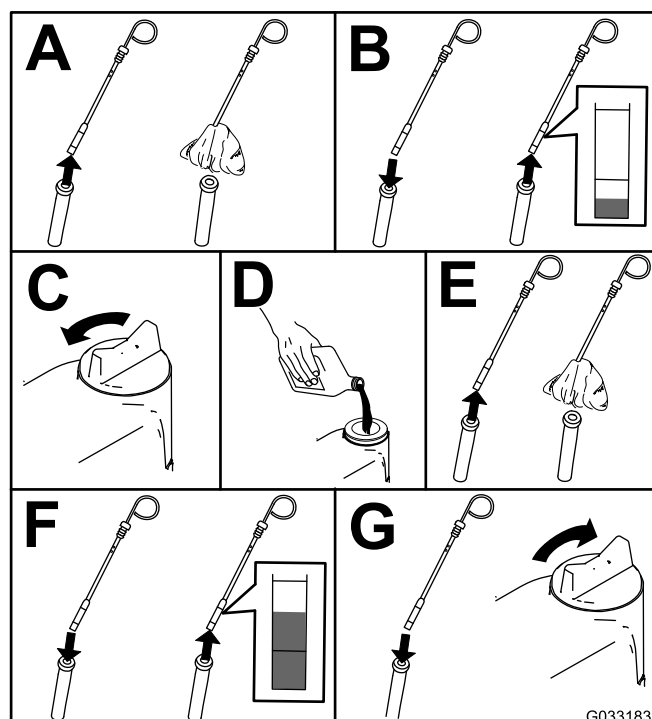

Figure 52
2. Sortez la jauge, essuyez-la sur un chiffon propre, remettez-la dans le goulot de remplissage, puis ressortez-la. Le niveau d'huile doit se situer entre les repères minimum et maximum (Figure 52).